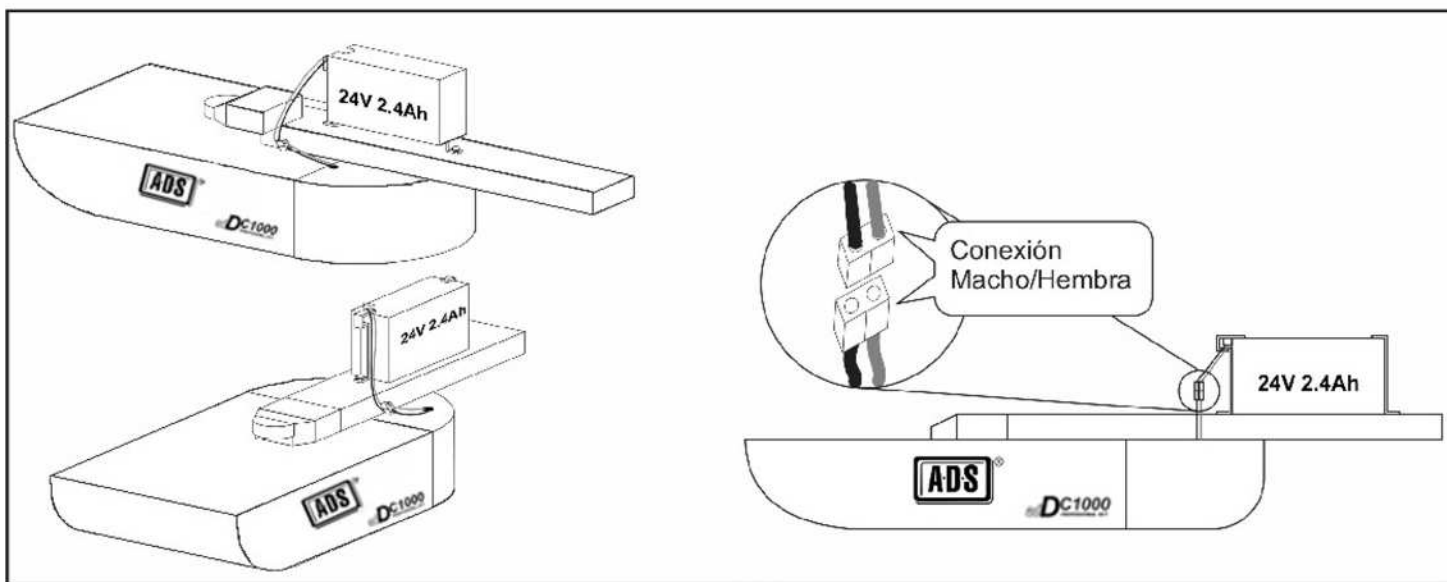

Fig.25
Posicionamiento (Fig.25).
- Fijar la Batería al Riel del operador Residencial como se muestra en la imagen (Fig.25).
Descripción del Producto (Fig.25).